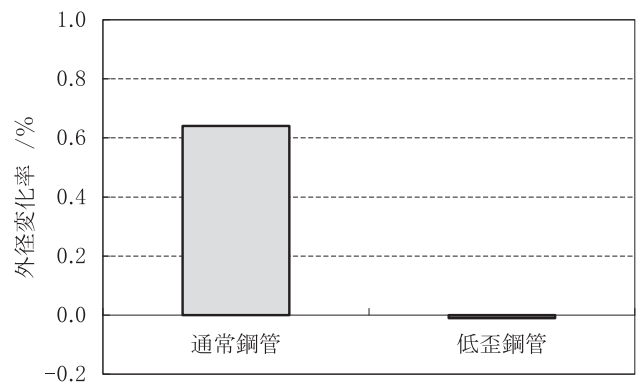

図3 切断リングでの外径変化率の比較
- (2) 双方の鋼管を切断加工後、スリット法によって測定した外径変化率を図3に示す。低歪軸受鋼鋼管の外径変化率は非常に小さくほぼ0となっており、切断による外径寸法変化が小さい。